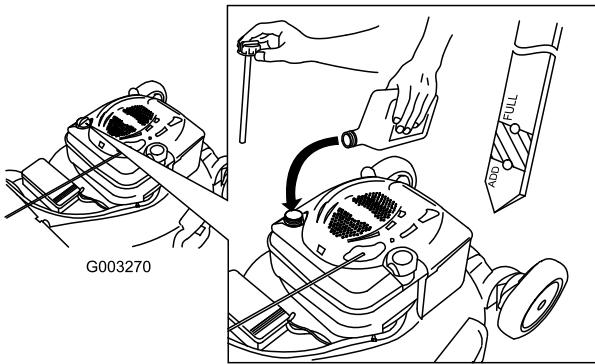

Figure 7
- Retirez la jauge (Figure 7).
- Versez de l'huile **lentement** dans le goulot de remplissage pour faire monter le niveau de liquide jusqu'au repère du plein (Full) sur la jauge (Figure 7). **Ne remplissez pas excessivement.** (Remplissage